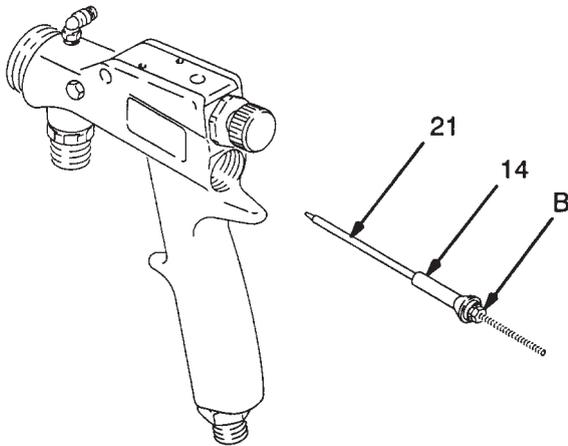

Fig. 10
7. Neues Luftventil (14) auf die Materialnadel (21) plazieren, gegenüber Mutter (B). Siehe Abb. 10. Dies erleichtert die Einführung des Luftventilstößels in den Innendurchmesser der U-Packung (33), ohne die Packungskante zu beschädigen.
8. Materialnadel (21) und Luftventil (14) hinten in die Pistole einbauen.